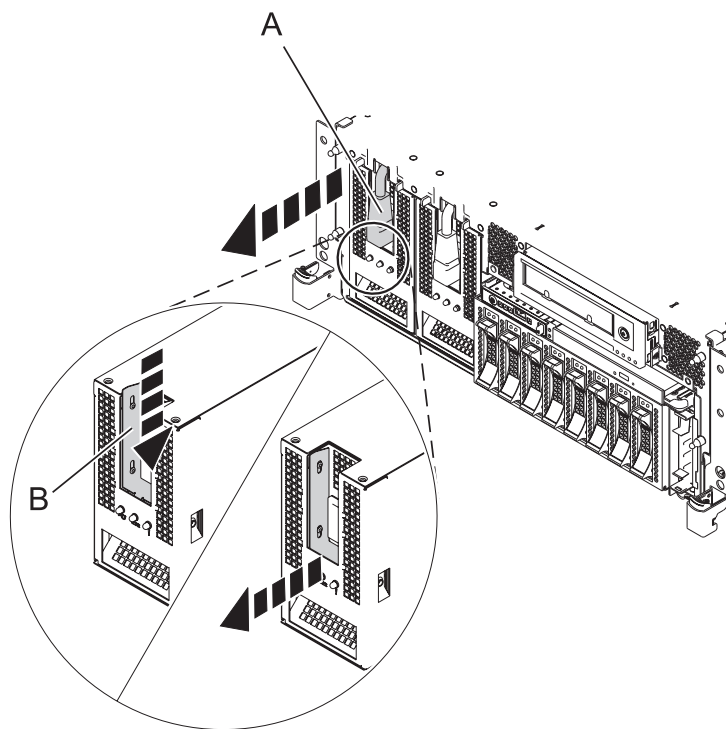

Figura 1. Extracción de la fuente de alimentación de un modelo montado en bastidor
7. Desconecte el cable de alimentación **(A)** de la parte frontal de la fuente de alimentación como se muestra en la Figura 1 en la página 3.